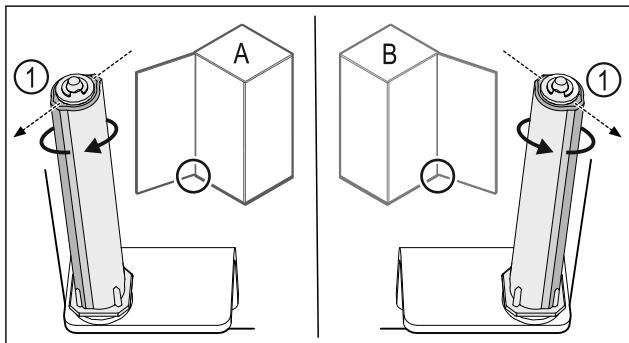

Fig. 42 Levo omejilo (A) / desno omejilo (B)
- Obrnite zaporni sistem proti uporu, dokler ni mostiček zapornega sistema Fig. 42 (1) obrnjen navzven.